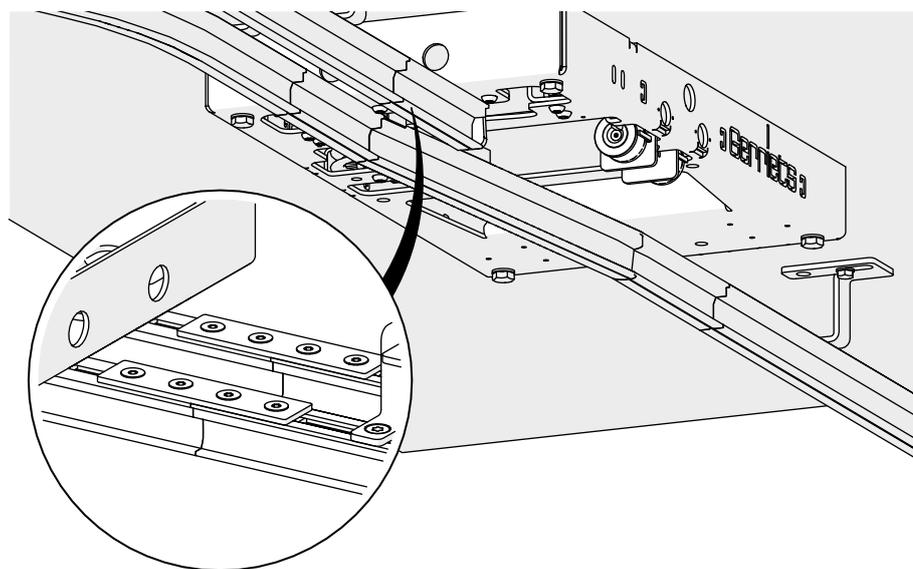

Abb. 131: Fingerweiche – Weiche mit Schienensystem verbinden
2. Montieren Sie das erste Schienenteil an der Fingerweiche mit mitgelieferten Schienenverbinder entsprechend *Kapitel 5.2.1 Schienenverbinder* [► S. 42] – (siehe auch Abb. 131).
3. Richten Sie nacheinander die anderen Schienenenden so aus, dass sie mit dem zugehörigen Schienenende der Fingerweiche fluchten (siehe auch Abb. 131).